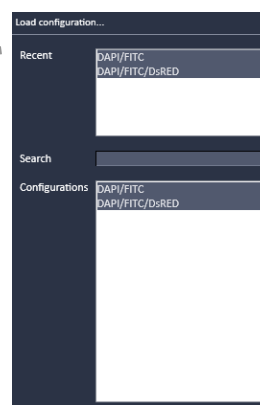

Fig.11 Experiment Manager リスト 画面
- ① **Experiment Manger** の  ボタンをクリックすると、登録されている光路設定リストが開きます。
- ② リスト (Fig.11)の **Recent** または **Experiment Manager** より、目的の光路設定を選択します。